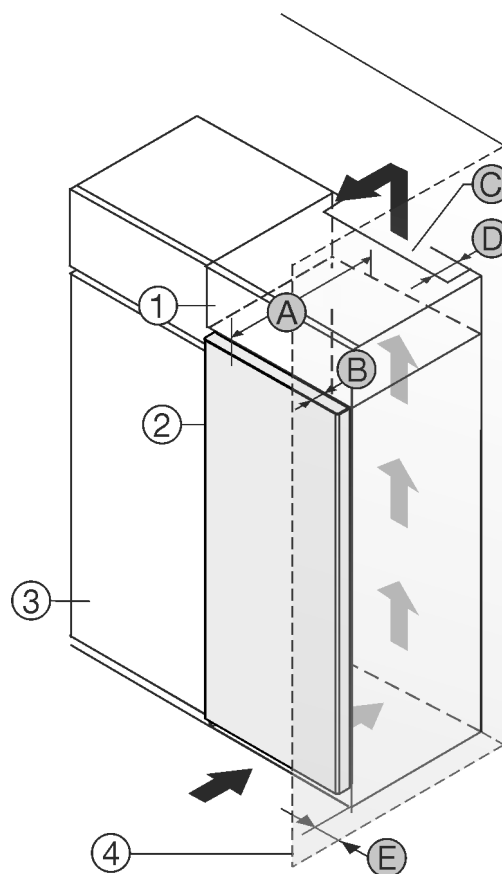

Fig. 1
Du kan ställa apparaten direkt bredvid köksskåpet Fig. 1 (3).
Bakom överskåpet måste det finnas en luftspalt med djupet Fig. 1 (D) längs hela överskåpets bredd.*
Under taket måste angiven ventilationsprofil Fig. 1 (C) följas.*
Om du placerar apparaten med gångjärnen bredvid en vägg Fig. 1 (4) måste avståndet mellan apparaten och väggen vara minst 13 mm.*
För att dörren ska kunna öppnas helt måste apparaten sticka ut från köksskåpets front med samma mått som dörrens djup Fig. 1 (B). Beroende på köksskåpens Fig. 1 (3) djup och om väggavståndshållare används kan skåpet skjuta ut ännu mer.*